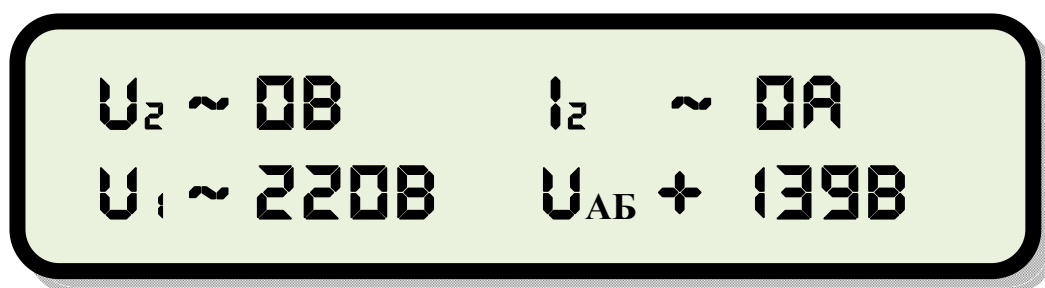

Рис.5. Индикатор на передней панели ИБП, где:
- 13.3. Далее, включите автомат «Вход» на передней панели ИБП. При этом должен засветиться дисплей на передней панели устройства и отобразить соответствующие параметры (см. рис. 5).